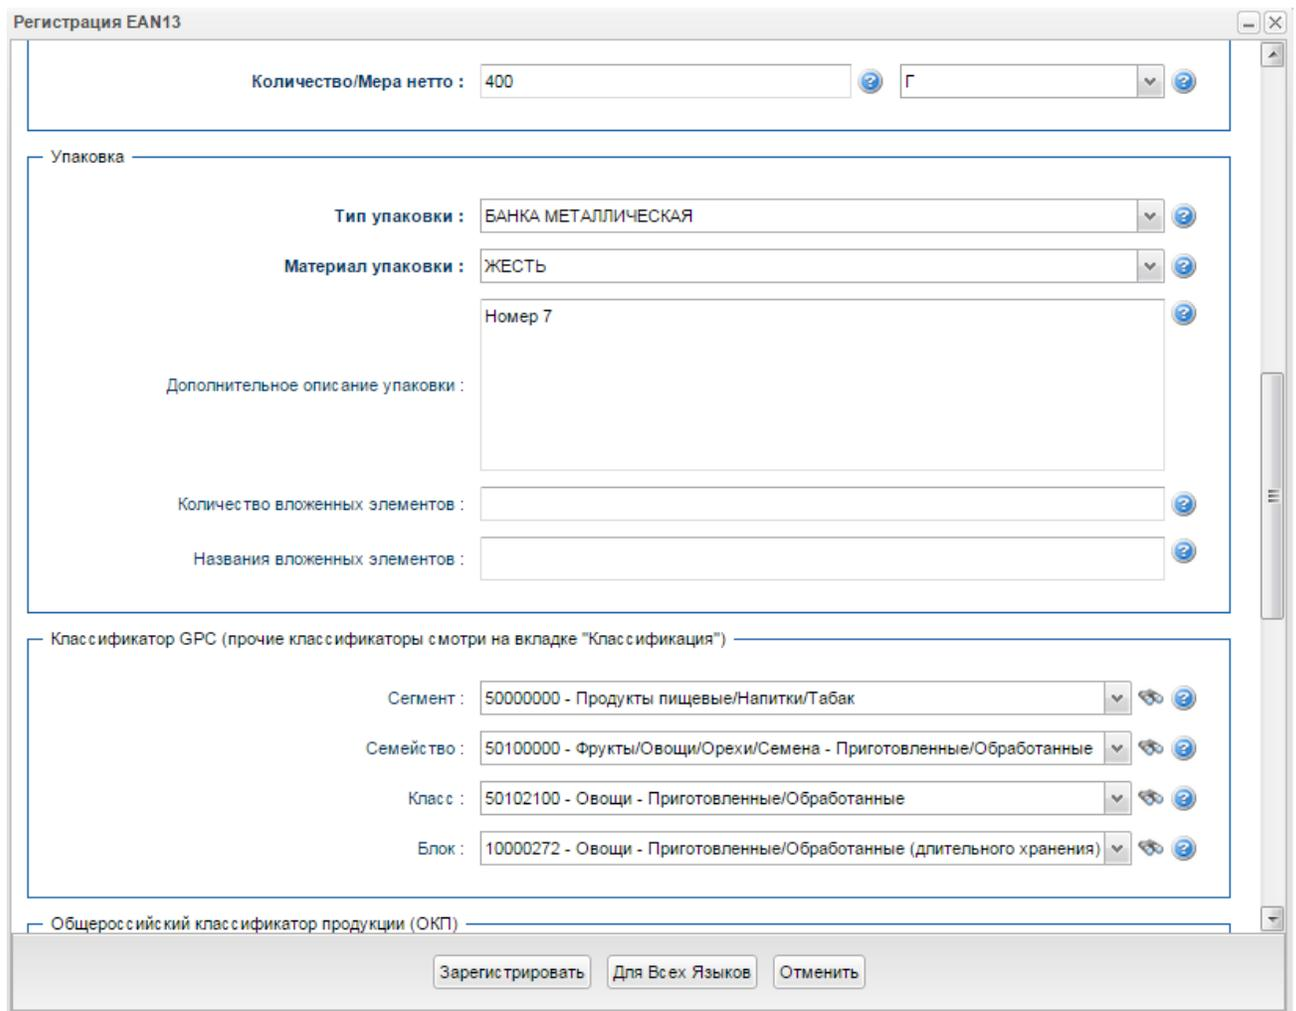

Рис. 25. Кодирование единичной упаковки на базе выбранной.
Для кодирования новой единичной упаковки на базе выбранной выделите позицию в списке продукции и нажмите кнопку «Регистрация EAN13 на базе выбранной» в главном меню, см. Рис. (3). Откроется окно кодирования, как показано на Рис.25. Значения полей на форме скопированы из выделенной в списке продукции позиции.